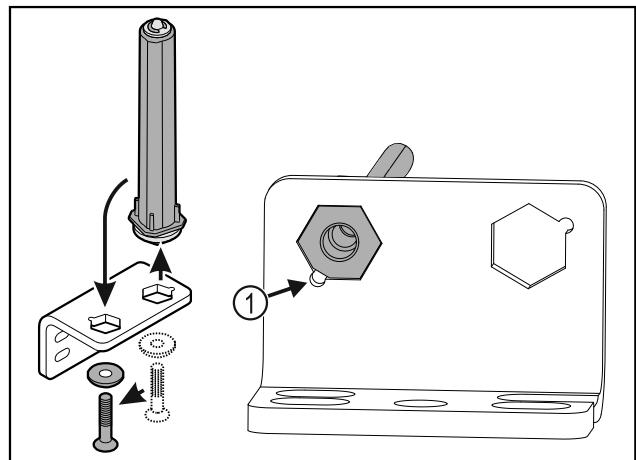

Fig. 36
- ▶ 在安装时请注意，让螺栓斜面 Fig. 36 (1)朝向圆孔。